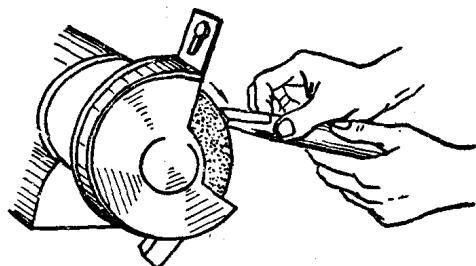

图2.9 錾子的刃磨
② 錾子的刃磨 錾子切削部分的好坏直接影响錾削的质量和工作效率。錾子切削部分的刃磨要求是：锋口两面要一样宽而且要平整光滑，刃口成一直线；錾子楔角 β 的大小要与工件材料硬度相适应，而且楔角两面要对称。一般錾削较硬材料，如中碳钢、铸铁时，楔角 β 为 $60^\circ \sim 70^\circ$ ；錾削一般材料，如低碳钢时楔角 β 为 $30^\circ \sim 50^\circ$ 。刃磨时，将錾子轻轻搁在砂轮轮缘上，位置稍高于砂轮中心，见图2.9。使錾子在砂轮全宽上左右移动，注意控制握錾的方向、位置，保证符合刃磨要求。刃磨时应经常沾水冷却，防止錾子过热退火。
(2) 錾削方法